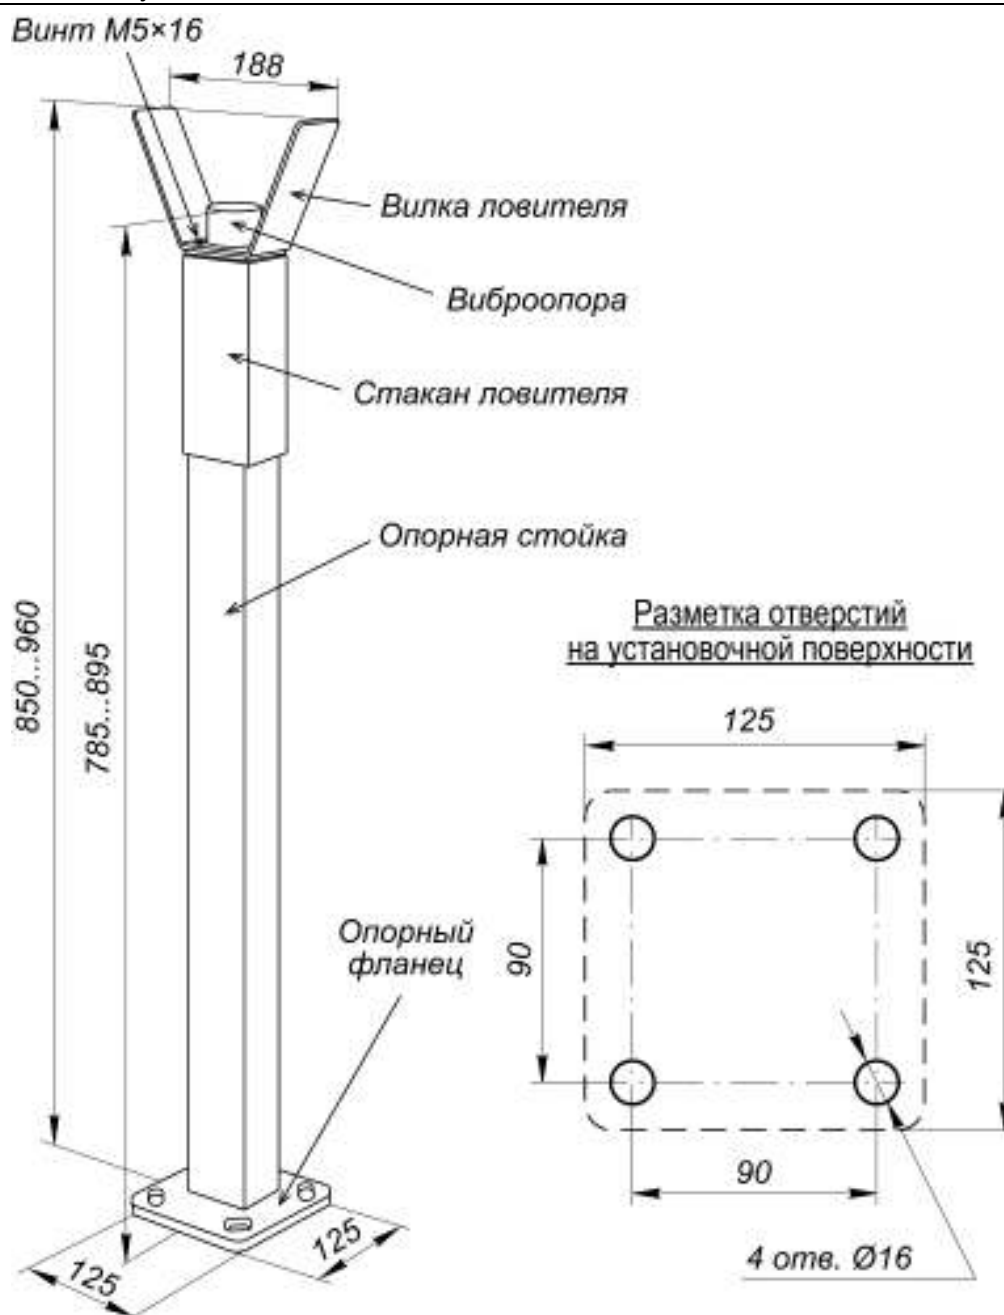

Рисунок 20. Внешний вид опорной стойки с ловителем стрелы *PERCo-GBS1*
При необходимости, а также при длине стрелы более 3 метров, устанавливается опорная стойка с ловителем стрелы **PERCo-GBS1** (входит в дополнительный комплект поставки). Опорная стойка **PERCo-GBS1** состоит из стойки прямоугольного сечения с опорным фланцем и ловителя стрелы (см. рис. 20).
1. Выполните в установочной поверхности отверстия в соответствии с разметкой (см. рис. 20). Ось опорной стойки должна совпадать с продольной осью стрелы шламбаума (обращаем внимание, не с осью стойки шламбаума!, см. рис. 8).